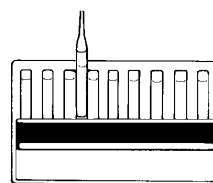

Figure 2
5. Lire le résultat de l'analyse en plaçant l'ampoule entre les couleurs étalons jusqu'à identifier la couleur de référence la plus proche de la couleur de l'échantillon (fig. 2).